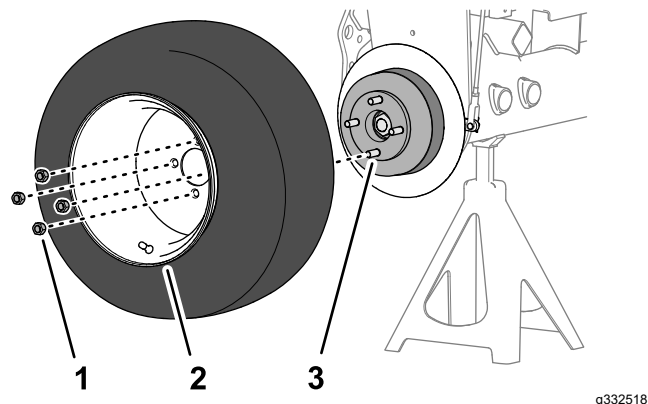

Figure 72
1. Fixez la roue sur le moyeu avec les 4 écrous de roue (Figure 72), et serrez les écrous à la main.